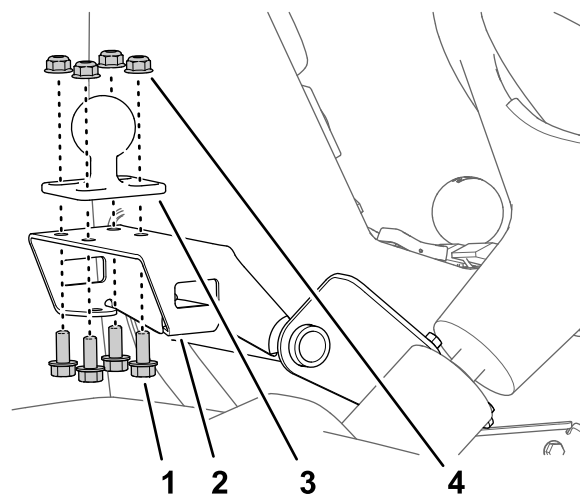

图 163
1. 使用 4 个凸缘头螺栓 5/16 x 3/4 英寸和 4 个凸缘锁紧螺母 5/16 英寸将球形安装架组装到监控器安装架的支架上 图 163。